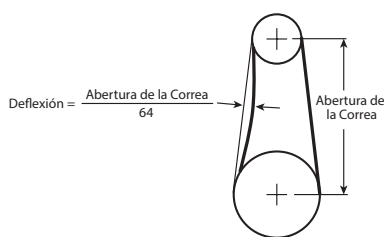

Figura 9
- c. Modelos 5DVN1, 5DVN2, 5DVN3, 5DVN4, 5DVN5: La tensión de la correa debe tensarse para permitir una deflexión de 0,15 mm por cm de tramo de la correa cuando se le aplica presión moderada con el pulgar. Consulte la Figura 9.